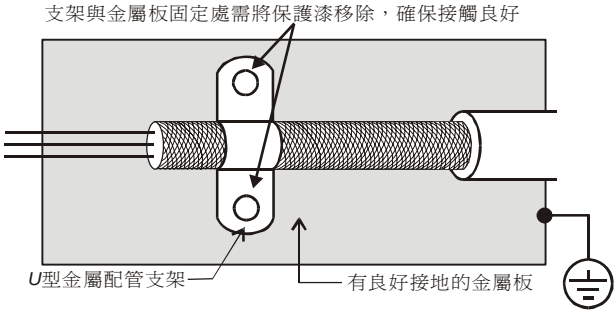

图 1
- 3. U 型金属配管支架与金属板固定处需将保护漆移除，确保接触良好，请见图 1 所示。